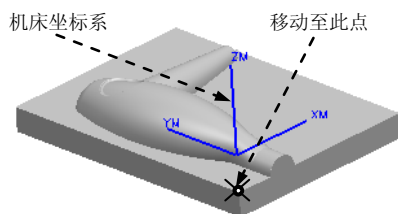

图 10.1.3 创建机床坐标系
Step2. 在模型中选取图 10.1.3 所示的顶点，此时机床坐标原点移动至该顶点，然后将机床坐标系绕 XM 轴旋转-90°，绕 ZM 轴旋转-90°。
Step3. 单击“CSYS”对话框 **操控器** 区域中的“点对话框”按钮 ，系统弹出“点”对话框，在“点”对话框的 YC 文本框中输入值 47.0，单击 **确定** 按钮，此时系统返回至“CSYS”对话框，在该对话框中单击 **确定** 按钮，完成图 10.1.3 所示机床坐标系的创建。